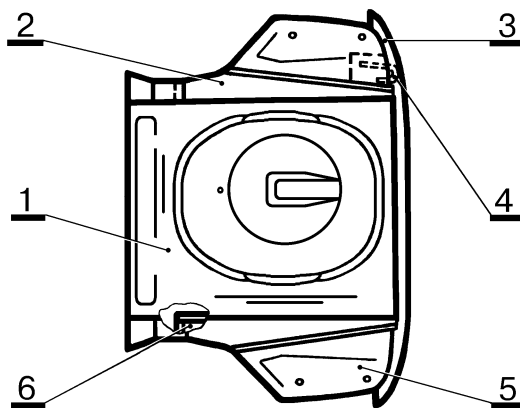

Рис.3. Детали пола заднего в сборе. Номера и наименования деталей, количество сварочных точек приведены в таблице 3.
1.8. При установке пола заднего в сборе, рис.3, арок внутренних или лонжеронов заднего пола по месту на кузове, использовать, при необходимости, стенд 67.21.018 для ремонта кузовов ВАЗ-2110; 2111; 2112.
Детали пола заднего приведены на рис.3 и в таблице 3.